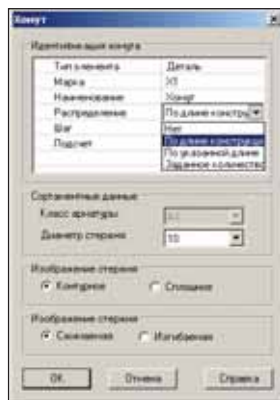

Рис. 18
- **Хомуты и шпильки** — отрисовка хомутов, шпилек и скоб с учетом распределения в конструкции (рис. 18);